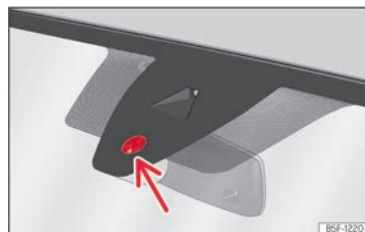

Abb. 110 Sensitive Fläche des Regensensors.
»» (Abb. 110) des Regensensors sind u.a.:
- **Schmutz:** Trockener Staub, Wachs, Scheibenbeschichtungen (Lotuseffekt) oder Waschmittelrückstände (Waschstraße) können den Regensensor tendenziell unempfindlicher machen oder später, langsamer oder gar nicht mehr reagieren lassen. Die Sensorfläche des Regensensors »» (Abb. 110) (Pfeil) regelmäßig reinigen und die Scheibenwischerblätter auf Beschädigungen prüfen.